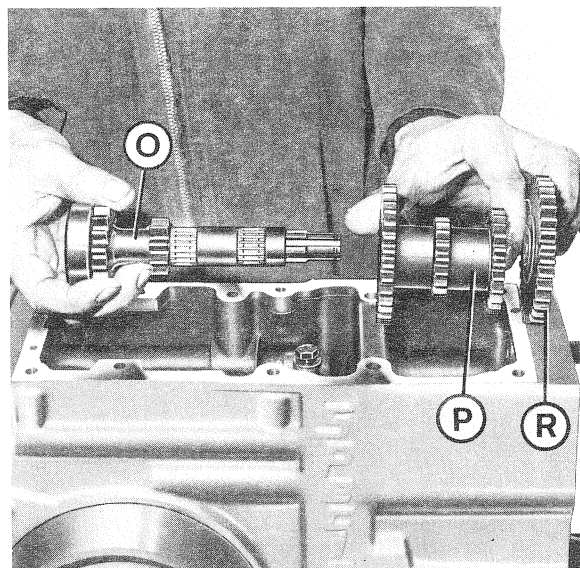

Fig. 15
- 6) Sfilare l'albero con ingranaggio di rinvio **O** (fig. 15) completo di cuscinetto, gabbie a rullini e distanziali. Estrarre dall'alto l'ingranaggio secondario **P** e l'ingranaggio comando presa di forza superiore **R** (vedi fig. 15).